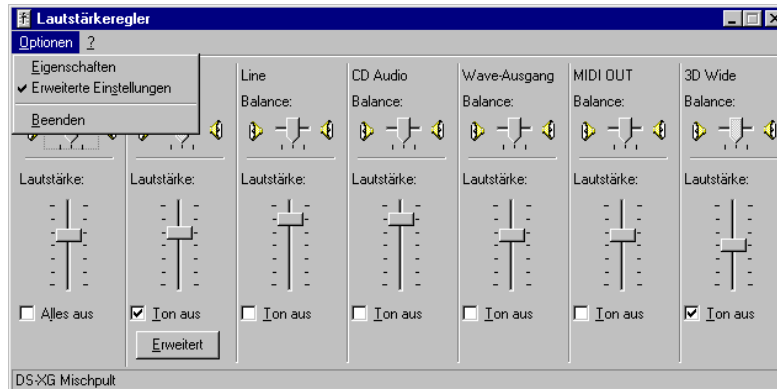

Abbildung 6-14: Die Wiedergabe-Regler mit erweiterten Eigenschaften
- Im Menü kann unter **Optionen** der Eintrag **Eigenschaften** gewählt werden, um eventuell versteckte Regler sichtbar zu machen. So kann z.B. der Regler **Mikrofon** hinzugefügt werden. Nachdem der Mikrofon-Regler dargestellt wird, kann im Menü der Eintrag **Erweiterte Einstellungen** aktiviert werden, damit man im Mixer den Button **Erweitert** sieht (wie in Abbildung 6-14 unten zu sehen ist).